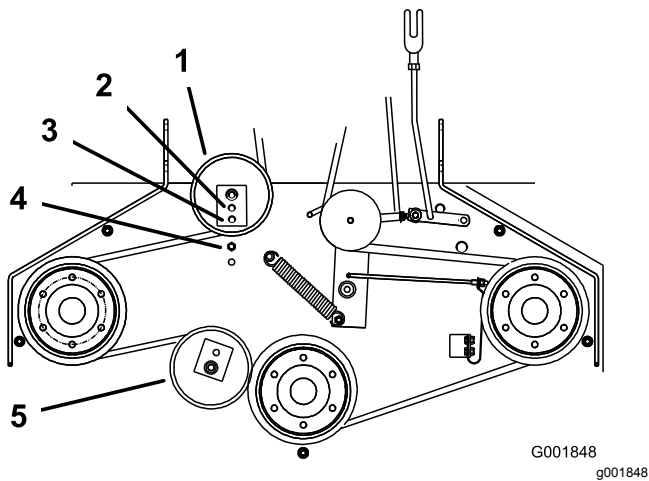

Рисунок 47
6. Если винтовая стяжка уже не позволяет дополнительно натянуть ремень, а он остается по-прежнему ослабленным, установите задний натяжной ролик в среднее или переднее отверстие (Рисунок 47). Используйте отверстие, которое обеспечит правильную регулировку.
7. При перестановке натяжного ролика следует также переставить направляющую ремня. Переставьте направляющую ремня в переднее положение (Рисунок 47).